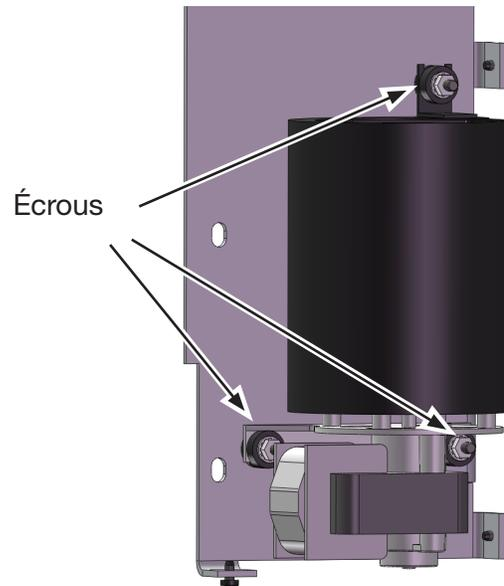

Figure 14: .
3. Avec une clé à douille 3/8 po, retirez les deux boulons qui retiennent la bride de fixation du ventilateur à l'encastrement. (Figure 14)